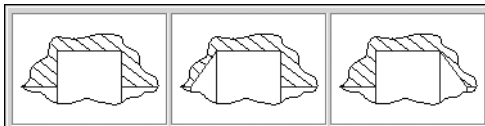

Рис. 5.3.
1. В левой области окна показан вид канавки по умолчанию. Для того чтобы выбрать другой вид, щелкните на слайде правой (или два раза левой) клавишей мыши. На экране появится развернутое меню видов канавок (рис. 5.3).